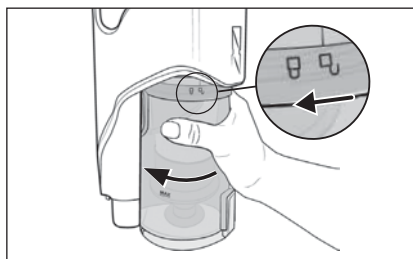

Fig. 22
- 2) Pentru a îndepărta rezervorul de colectare a murdăriei **7** de la aparat, rotiți-l în direcția simbolului  (deschidere), până când poate fi detașat de la aparat (a se vedea fig. 22).